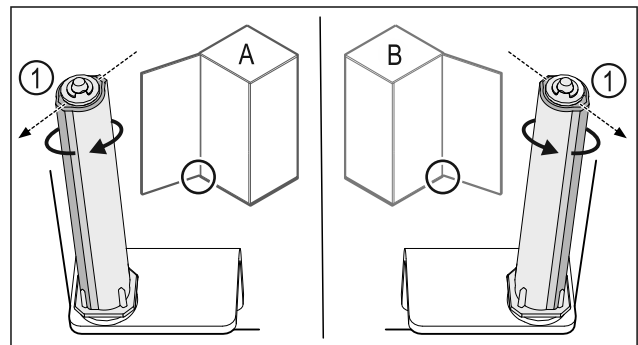

Fig. 55 Левое навешивание (A) / правое навешивание (B)
- ▶ Поворачивайте систему закрытия, преодолевая сопротивление до тех пор, пока ее ребро Fig. 55 (1) не будет направлено наружу.